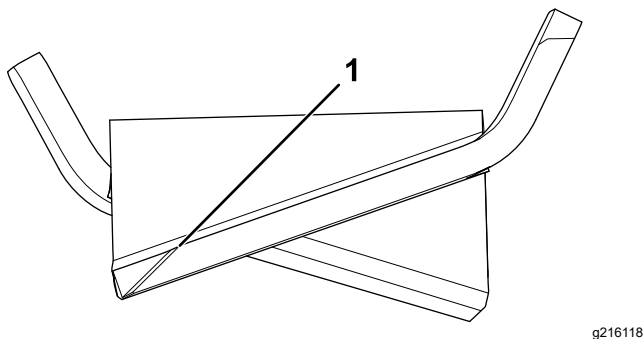

図 106
1. ブレードは、両端部の刃先をやすりまたは研磨機で磨く図 106。
注 もし傾くようなら、重い方のセイル部を少し削って調整する図 106。